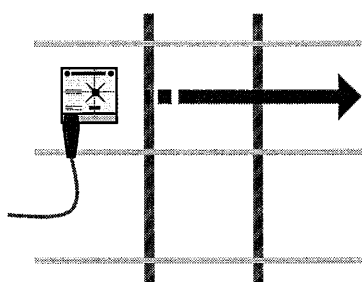
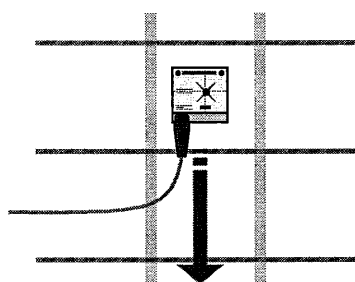

図20
図21
- 原則として、縦の鉄筋の探査はプローブを横方向に(図20参照)、横の鉄筋の探査はプローブを縦方向に(図21参照)移動します。